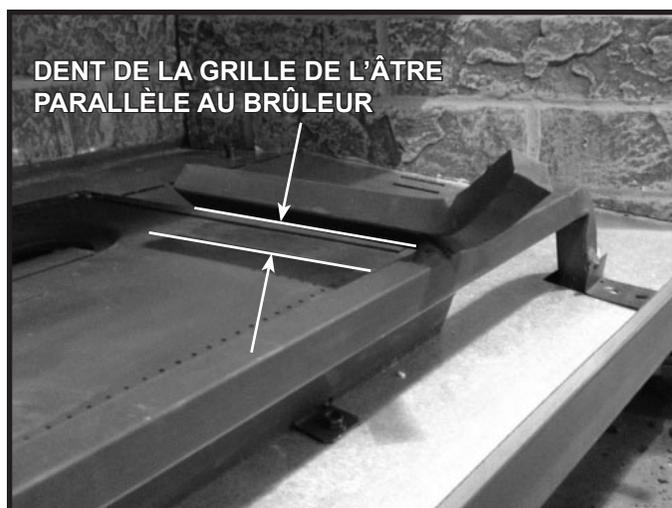

Figure 11.2 Dent de la grille de l'âtre parallèle au brûleur
- Inspectez la grille avant d'installer les braises, les bûches et les pierres de lave. La dent droite de la grille de l'âtre devrait être parallèle au brûleur. Voir la figure 11.2. Si la grille n'est pas parallèle au brûleur, contactez votre détaillant.